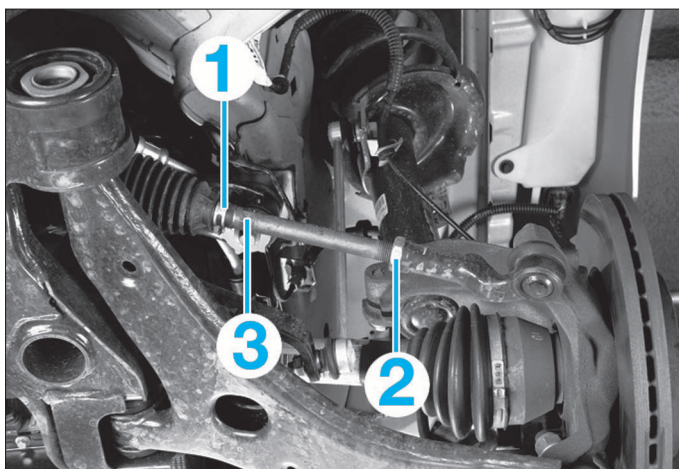

FIG. 1
- Desserrer les écrous d'embout de biellette de direction (2) (Fig.1).
- Déposer les colliers extérieurs (1) de soufflets de crémaillère.
- Si le parallélisme est bon et la répartition mauvaise, effectuer le même nombre de tours de barre de réglage (3) mais dans le sens contraire entre les côtés droit et gauche, pour obtenir la même valeur des deux côtés.
- Reposer les colliers extérieurs (1) de soufflets de crémaillère.
- Bloquer les écrous d'embout de biellettes (2).